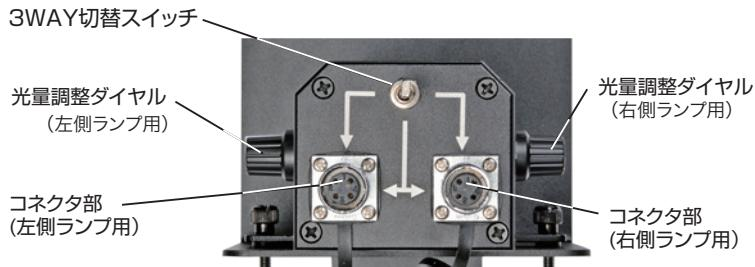

図4
(6)電源スイッチを“ON”にします。3WAY切替スイッチを図4で右に倒せば右側のランプのみ発光、左に倒せば左側のランプのみ発光します。どちらにも倒さず中央位置にした場合は両方が発光します。